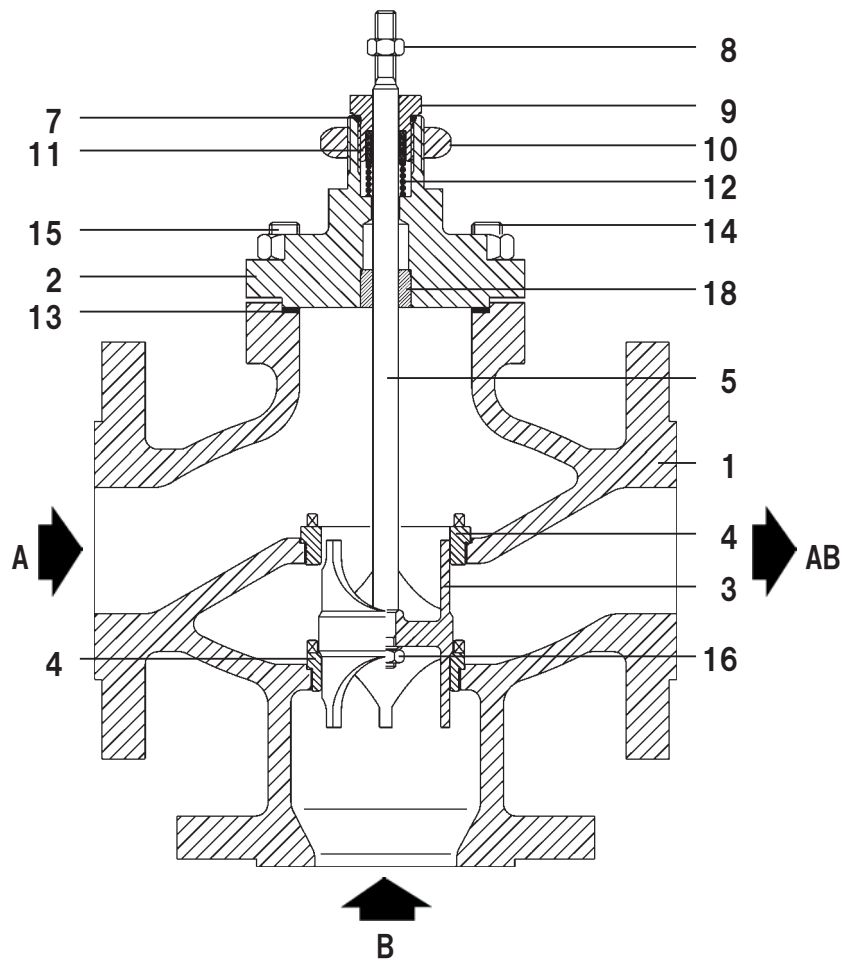

图 1 混合型
4.2.1 PTFEのシェブロン・グランド・シールの交換手順（図1、2および4参照）
4.2.2 黒鉛のグランド・シールの交換手順（図1、2および5参照）